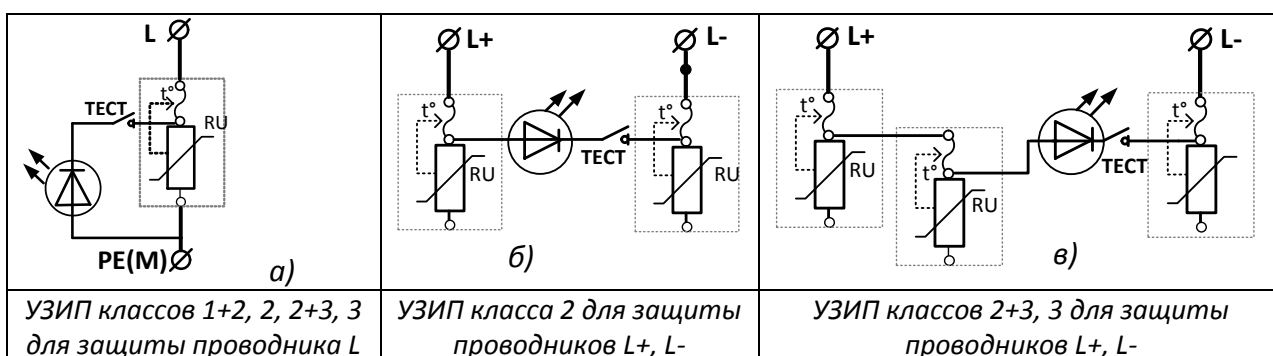

Рисунок 3. Функциональные схемы индикатора состояния
**Светодиодный индикатор состояния, позволяющий контролировать исправность УЗИП (тепловой разъединитель не сработал) при подключенном напряжении. Светодиод загорается при нажатии кнопки «тест». При срабатывании теплового разъединителя светодиод гореть не будет. Характеристики схемы индикации приведены в таблице 1, функциональные схемы на рис. 3.**